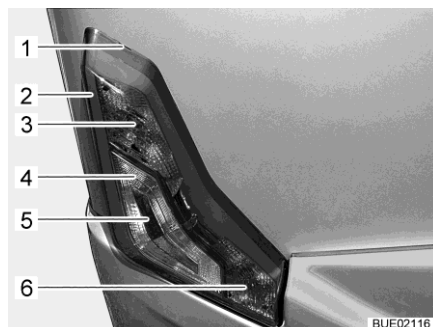

Fig. 216 Eclairage arrière
- Introduire un outil plat dans l'encoche (Fig. 216,1) et soulever le boîtier avec précaution.